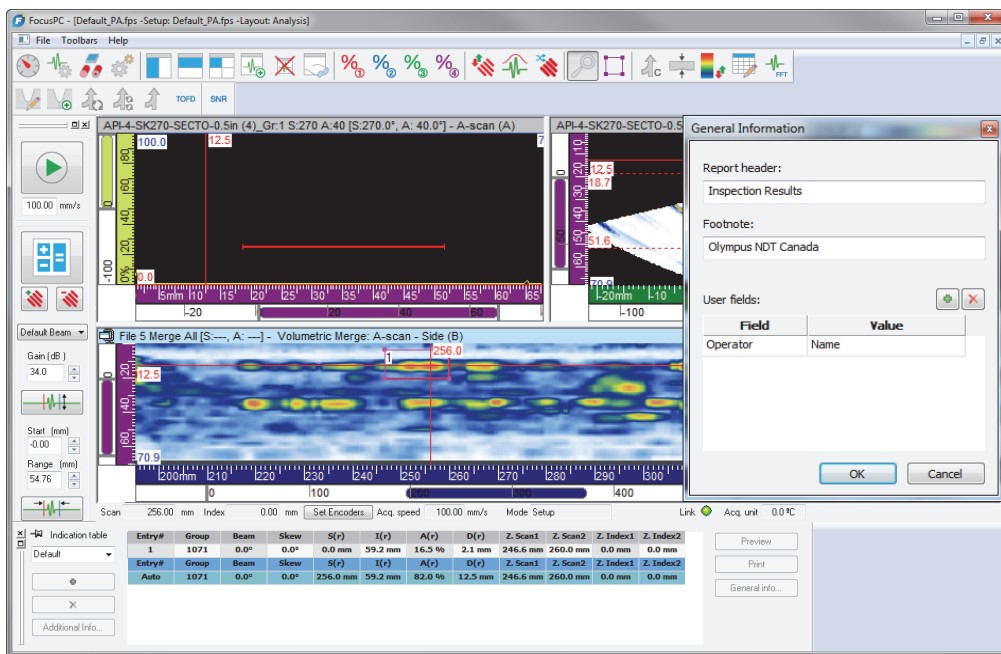

Рис. 6-3 Пример таблицы показаний, курсоров и инструментов Зоны, используемых для документирования показания
1. Выберите схему области просмотра, которая лучше всего иллюстрирует показания в объекте контроля (см. пример на Рис. 6-3 на стр. 187).